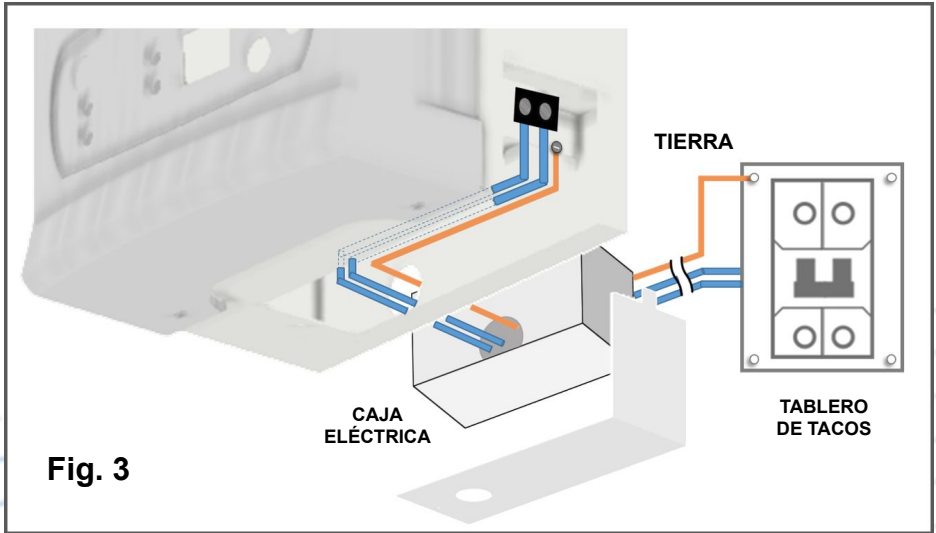

Fig. 3
- 1) Instale hasta el calentador, a través de caja eléctrica (2400 o 5800), dos líneas de alambre o cable 7 hilos cobre **calibre No.8 THHN 90°C** (Fig.3). El cable 7 hilos debe ser entorchado fuertemente con pinzas o estañado en las puntas para asegurar un apriete firme en la regleta bornera de conexión eléctrica. Nunca utilice cable multifilar sin terminales y/o especificado para temperaturas o corrientes menores. Se recomienda dejar al menos 15 cm de cableado remanente dentro del equipo. La caja eléctrica debe estar empotrada detrás del equipo, y traslaparse con la abertura circular en la parte posterior del calentador.